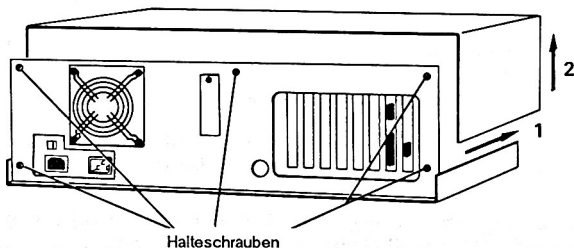

Abbildung 1
2. Rückwand abnehmen, die in Abbildung 1 gezeigten fünf Halteschrauben lösen, das Gehäuseoberteil etwas nach vorne schieben und abheben.